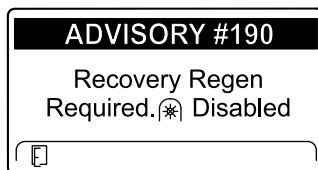

Figura 70
- É necessária uma regeneração de recuperação – tomada de força desativada AVISO N.º 190 (Figura 70)